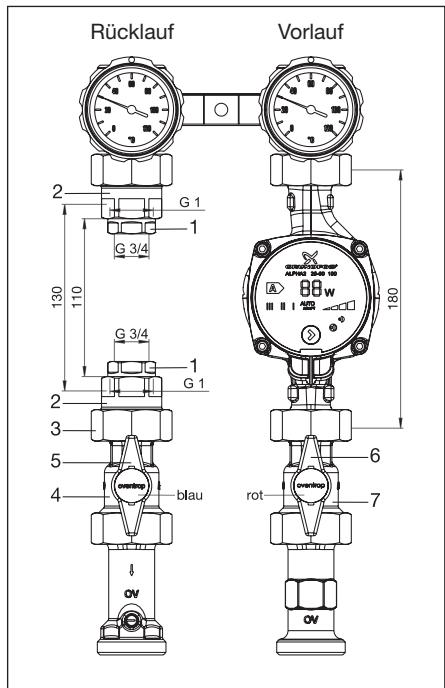

Abb. 5.1 Wärmemengenzähler Einbau – Set für „Re-gumat S-180“ DN 25 mit Pumpenkugelhahn (2015)
- Reduzierstücke G ¼ x G 1 mit G ¼ IG (1) und beiliegenden Dichtungen am Wärmemengenzähler verschrauben.
- Reduzierstücke G 1 x G 1 ½ mit G 1 IG (2) an bereits aufgeschraubte Reduzierstücke (1) und beiliegenden Dichtungen verschrauben.
- Vorhandenen Kugelhahn (4) aus dem Vorlauf im Rücklauf einbauen.
- Wärmemengenzähler im Rücklauf mit beiliegenden Dichtungen und Überwurfmutter (3) verschauben.
- Kugelhahn mit Temperaturfühleranschluss (7) im Vorlauf einbauen (Achtung: Je nach Ausführung der Temperaturfühler kann die Position des Kugelhahns variabel gewählt werden (s. Abb. 5.1 und 5.2). Die Griffe (5, 6) mit blauen und roten Stopfen umtauschen.
Der Einbau eines Wärmemengenzählers mit Baulänge 130 mm ist identisch mit dem Einbau 110 mm, jedoch werden die Reduzierstücke G ¼ x G 1 (1) und die entsprechenden Dichtungen (s. Abb. 5.1 und 5.2) nicht benötigt.